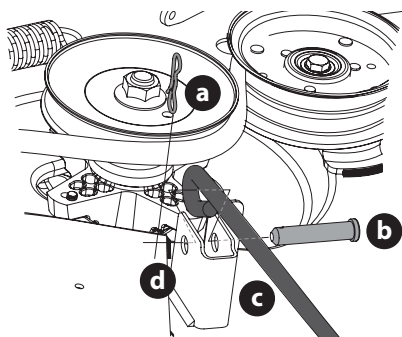

Figura 41
- b. Extraiga el tercer pasador con unión curva (a) del pasador de horquilla (b) que sujeta la varilla de control de la plataforma delantera (c) al soporte delantero de elevación de la plataforma (d). Extraiga los pasadores de horquilla (b) (Figura 41 en la página 65).